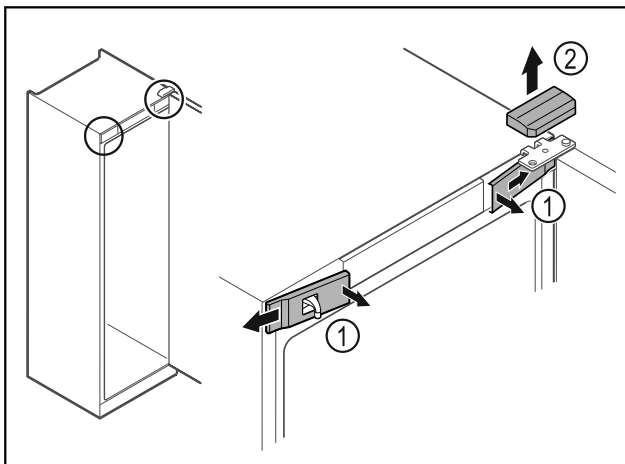

Fig. 16
- ▶ 从内侧松开前盖板 Fig. 16 (1)并移到一旁。
- ▶ 朝上取下上盖板 Fig. 16 (2)。